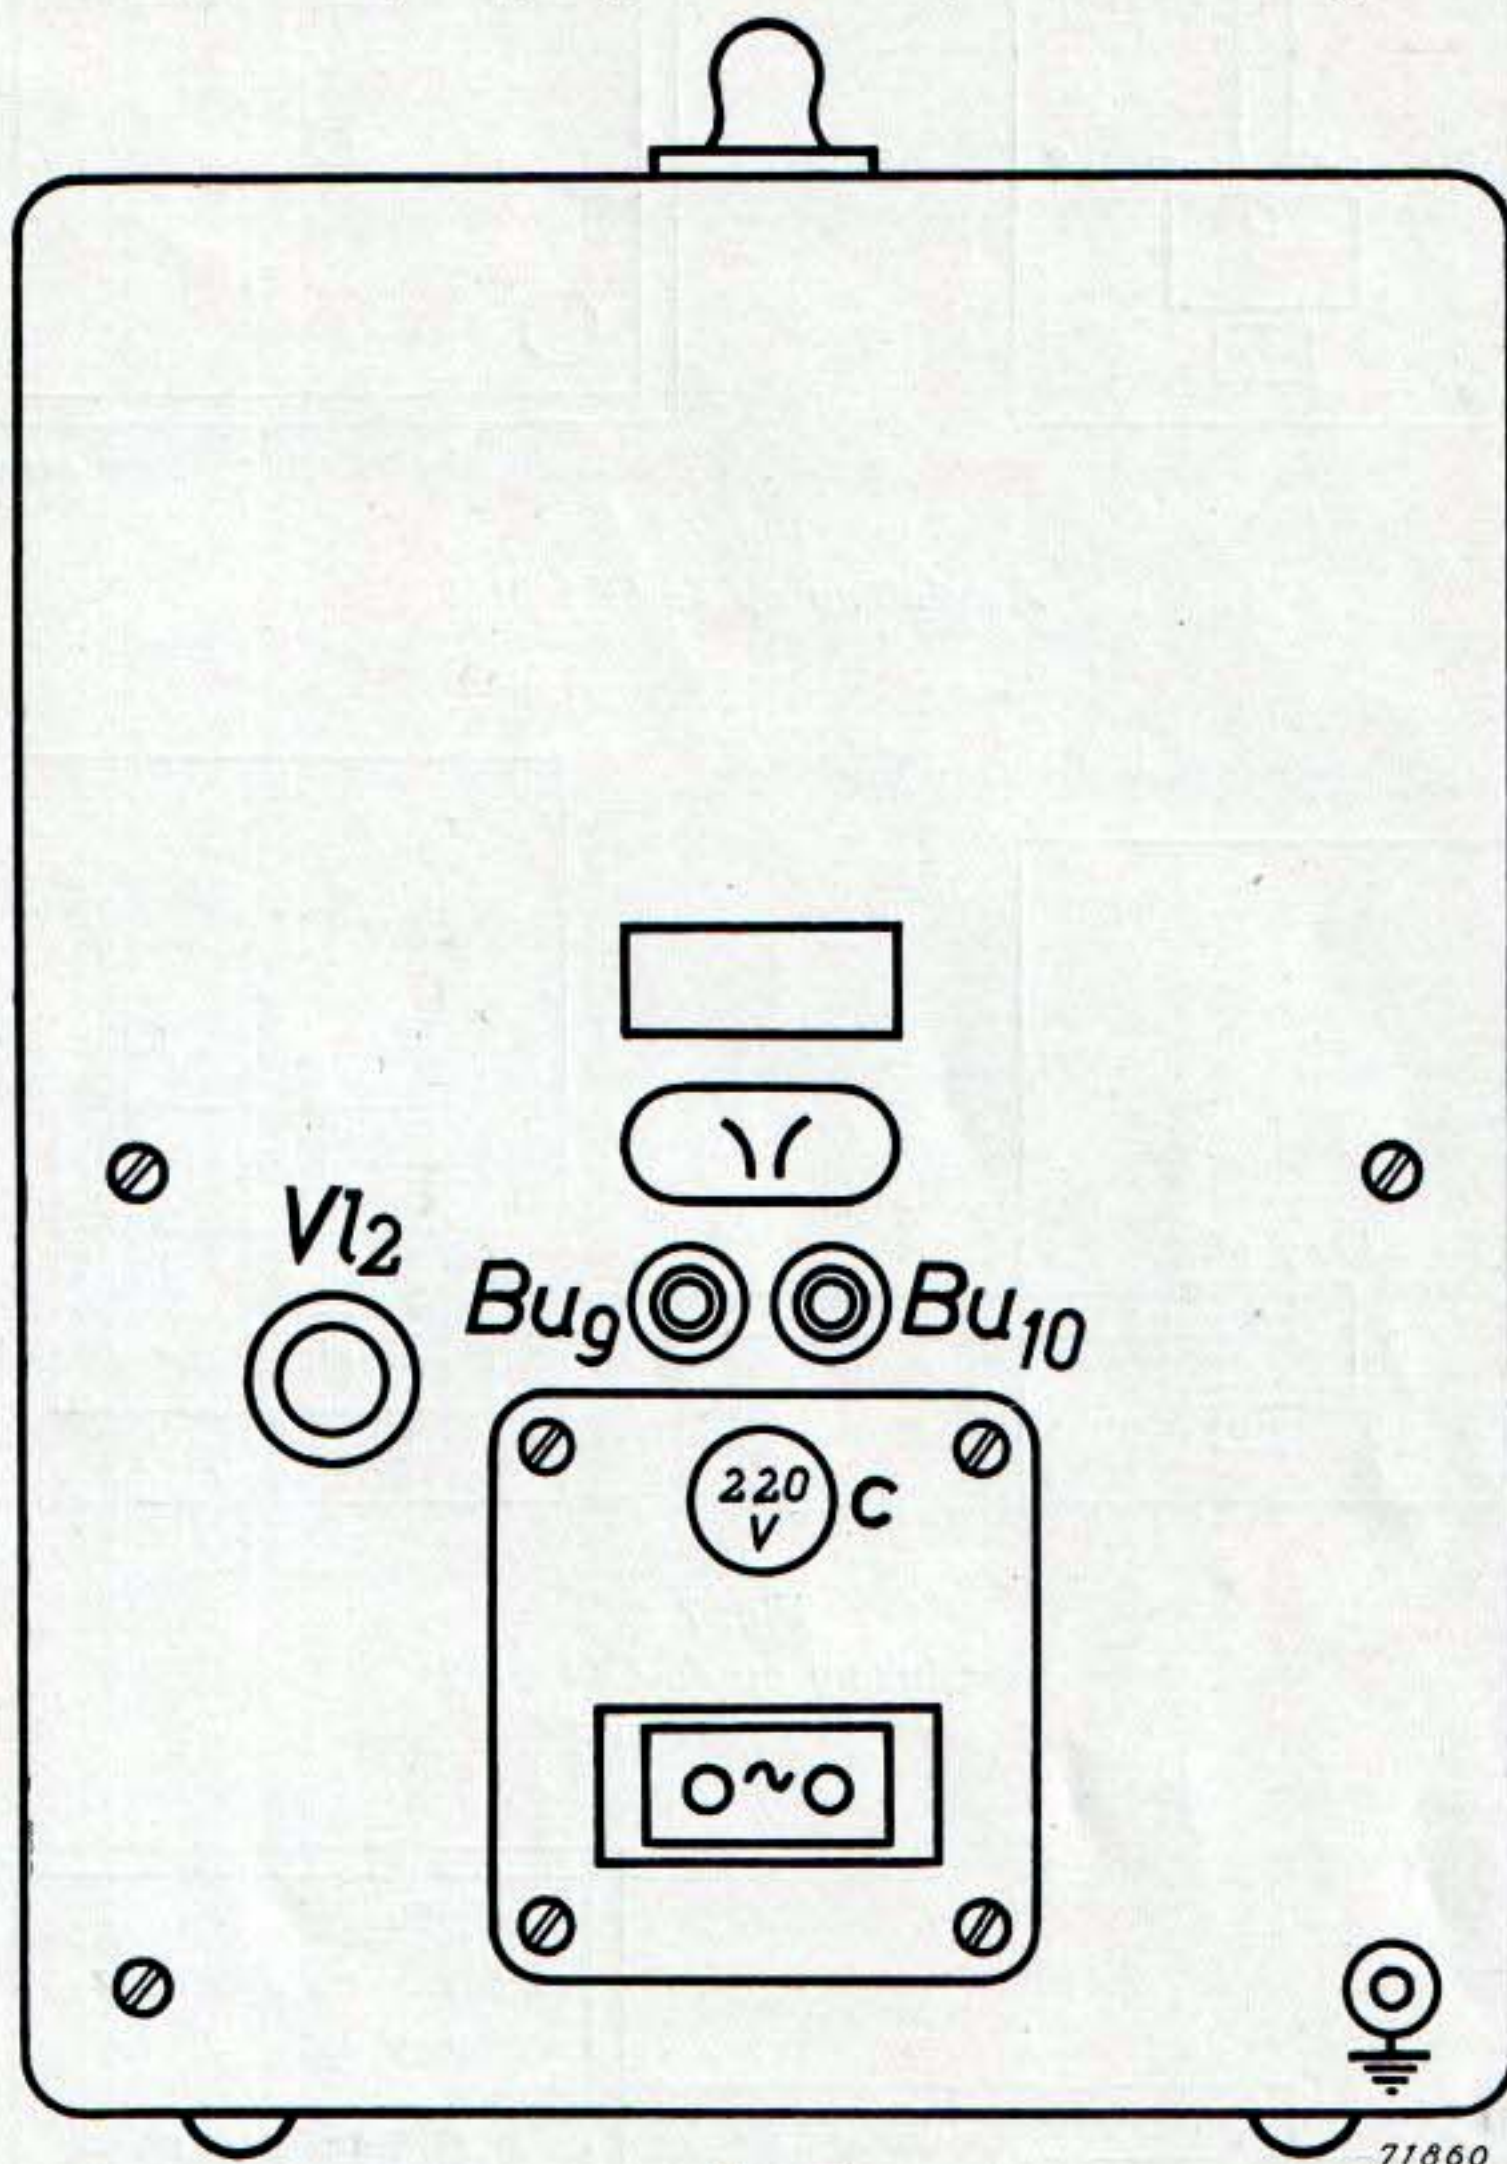
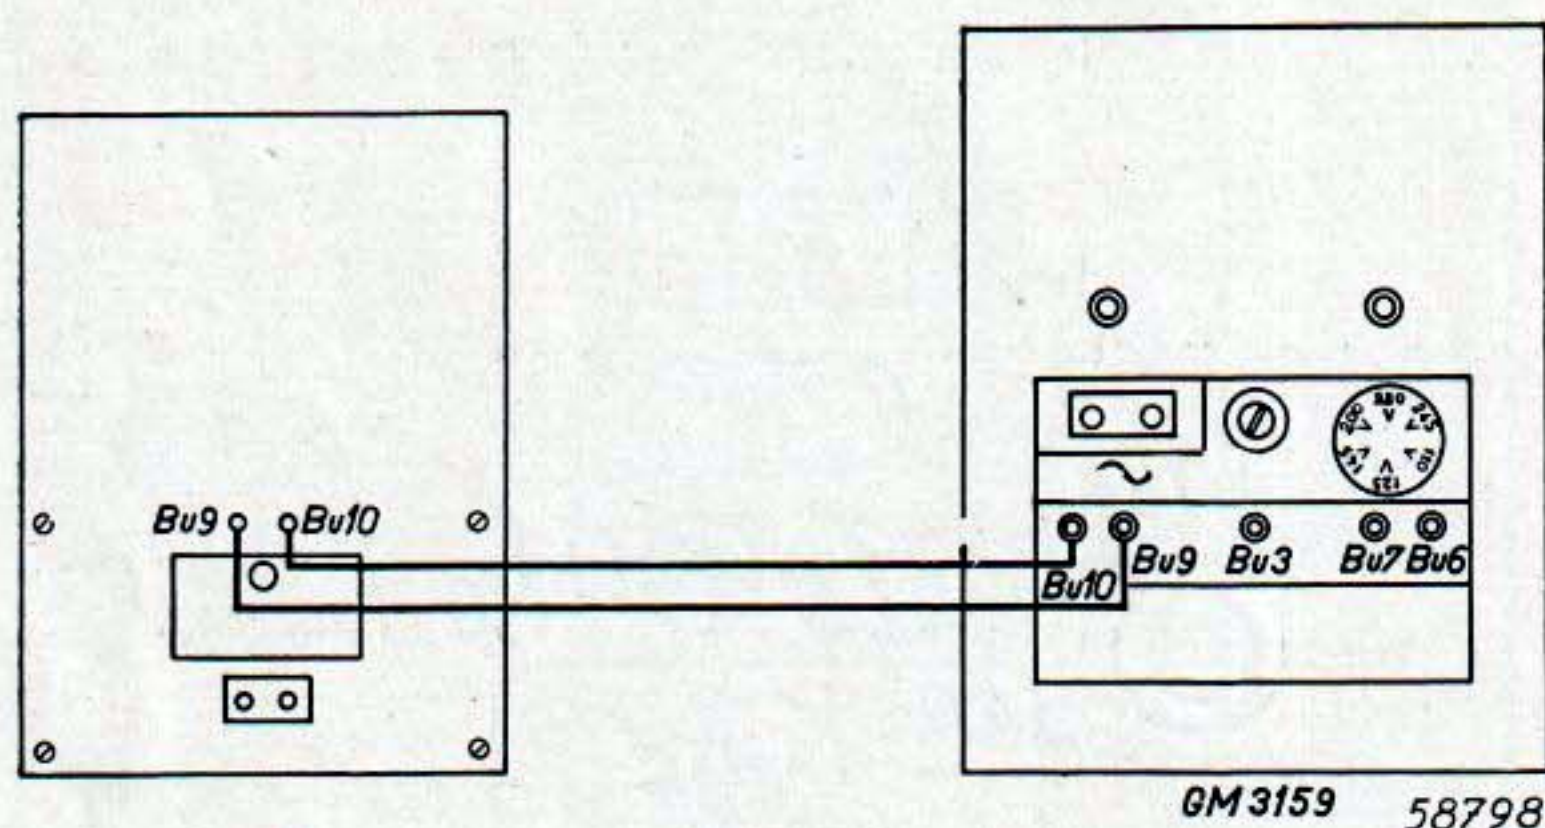
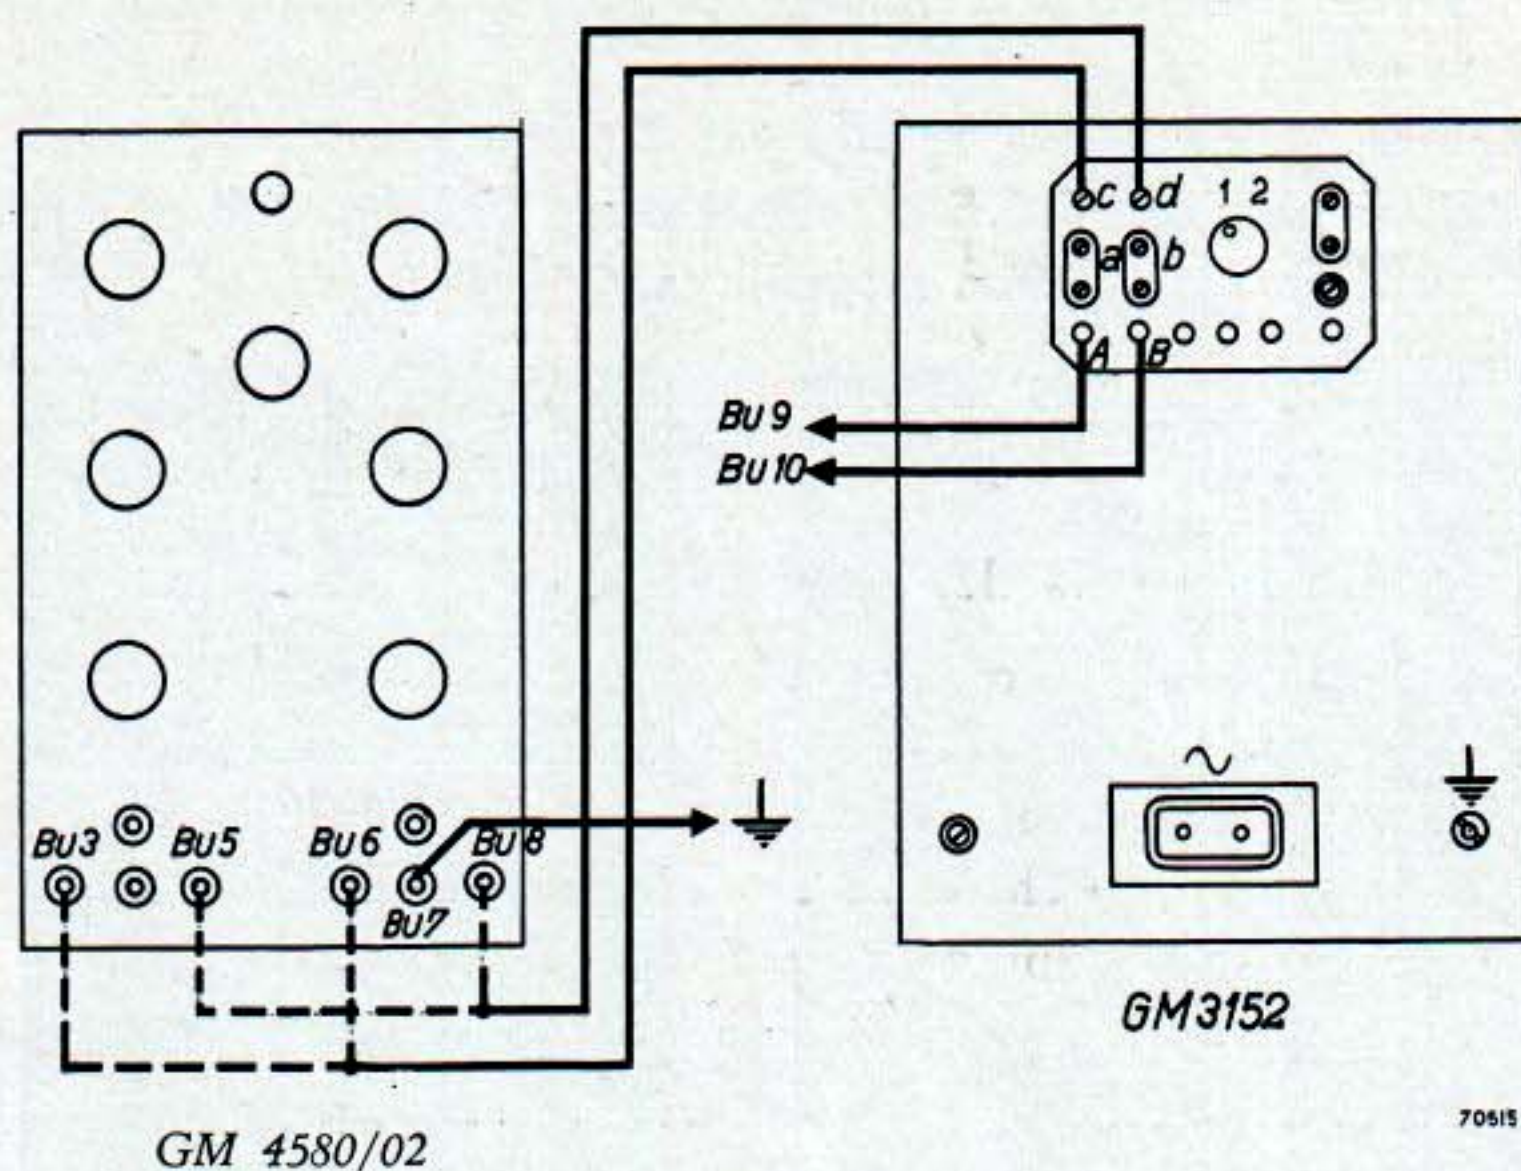

Fig. 4
Fig. 7
Fig. 11
wordt nu weer in de kast geschoven en met de schroeven en de aardklem vastgezet. Vl_2 (zie fig. 4) is een smeltveiligheid van 2 A.
C. Aansluiting op de GM 3159 (fig. 7)
De strippen „a” en „b” van de „verticale” versterker van de GM 3159 moeten hiertoe in de onderste stand worden geschakeld (zie fig. 4 en de door stippellijnen aangegeven standen in fig. 11 van de gebruiksaanwijzing voor de GM 3159), waardoor de verticale afbuigplaten direct met de bussen Bu_9 en Bu_{10} , op de achterzijde van de oscillograaf, zijn verbonden. Met behulp van de meegeleverde snoeren worden deze bussen nu met de uitgangsbussen Bu_9 en Bu_{10} van de GM 4580/02 verbonden (zie fig. 7). Het derde snoertje dient voor doorverbinding van de aardaansluiting van de oscillograaf met een aardbus (Bu_4 of Bu_7) van de GM 4580/02. Een op het scherm zichtbaar wordende storende uitslag kan door linksomdraaien van knop R_4 van de GM 3159 worden verholpen.
De electronenschakelaar wordt nu met de verzonken stekerpennen „~” (fig. 4) op het wisselstroomnet aangesloten.
A. Bij gebruik van de oscillograaf GM 3152 (fig. 11)